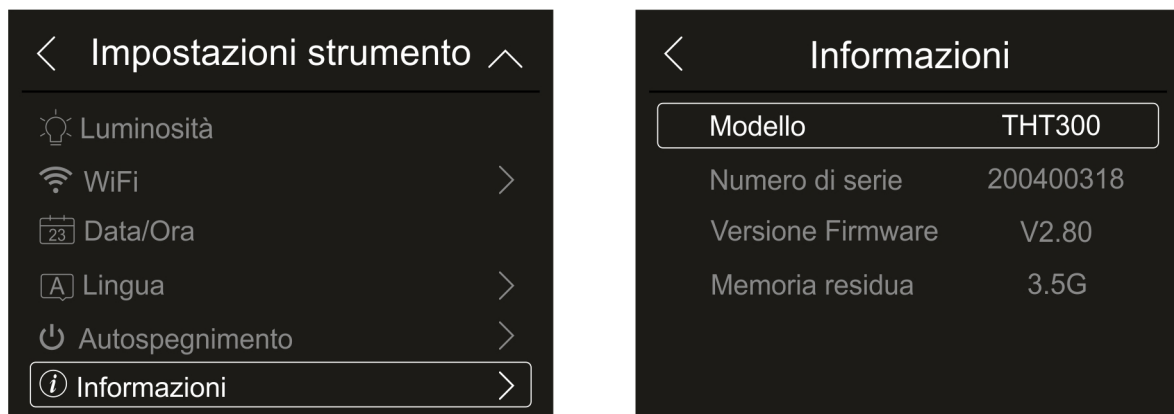

Fig. 19: Informazioni sullo strumento
1. Toccare la voce “Informazioni” per conoscere le informazioni sullo strumento relativamente a: modello, numero di serie, versione interna del Firmware e memoria residua disponibile. La videata di Fig. 19 – parte destra è mostrata: